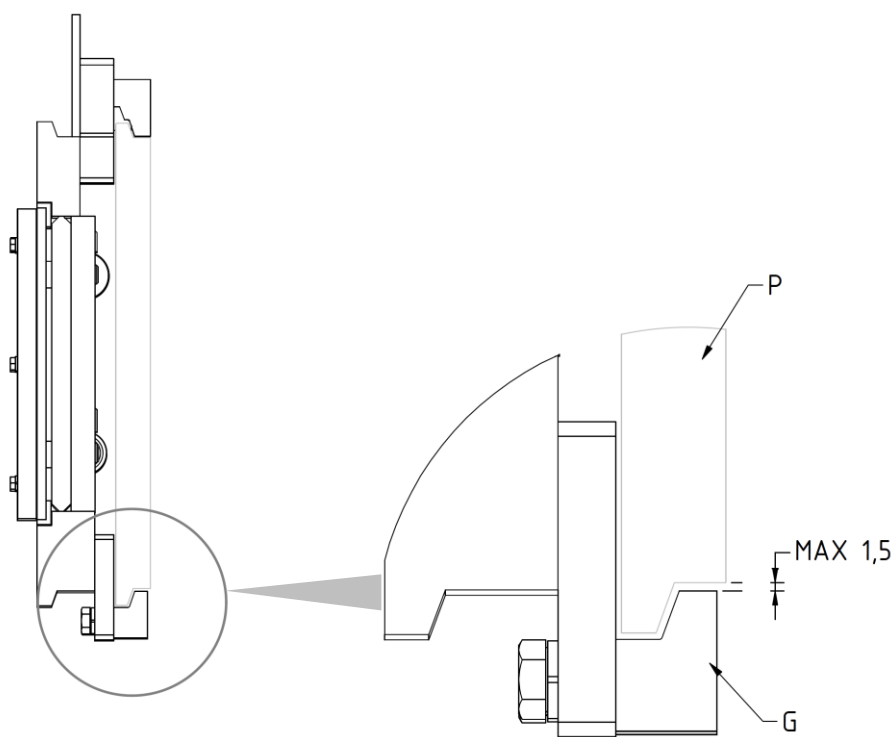
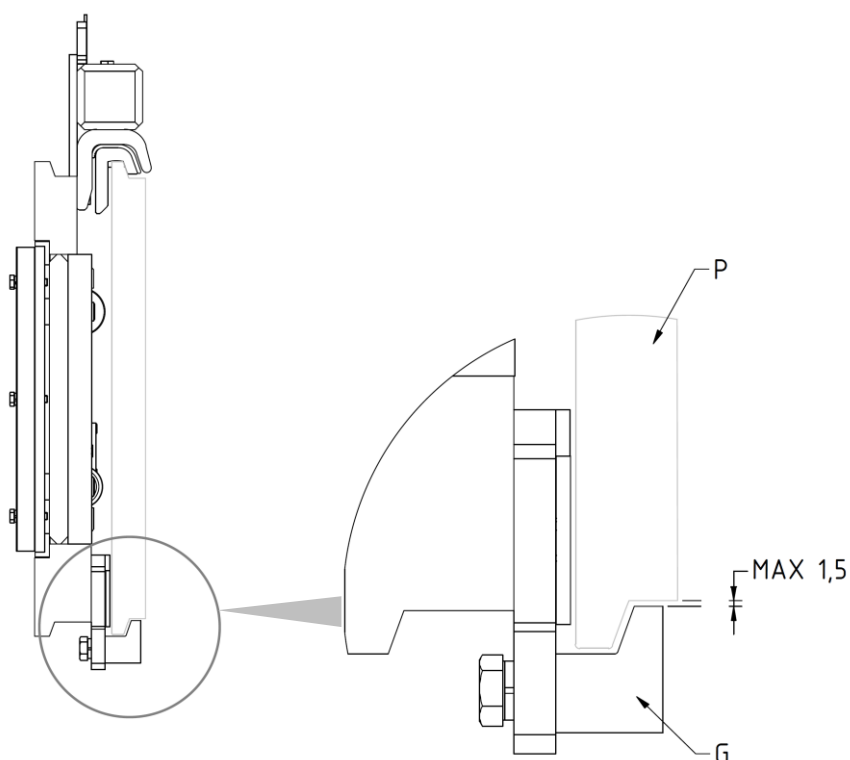

Figura 5
Figura 9
7. Atornillar los dos ganchos inferiores **G** para que su cuerpo quede enganchado debajo a la placa porta horquillas **P** (con un juego máximo de 1,5 mm, mira *Figura 5*), apretando con el par de apriete indicado en la *Tabla 3*.
9. Atornillar los dos ganchos inferiores **G** para que su cuerpo quede enganchado debajo a la placa porta horquillas **P** (con un juego máximo de 1,5 mm, mira *Figura 9*), apretando con el par de apriete indicado en la *Tabla 4*.
3. Verificar la holgura entre la parte inferior de la plancha porta horquillas y los ganchos inferiores del equipo, verificando que sea como se indica en *Figura 5* (pag.11) e in *Figura 9* (pag.14 y, si es necesario, intervenir en el apriete de los tornillos que los sostienen.